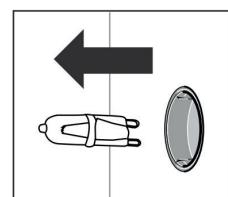

Рисунок 6
3. Извлеките лампу и замените ее на аналогичную (см. рисунок 6).